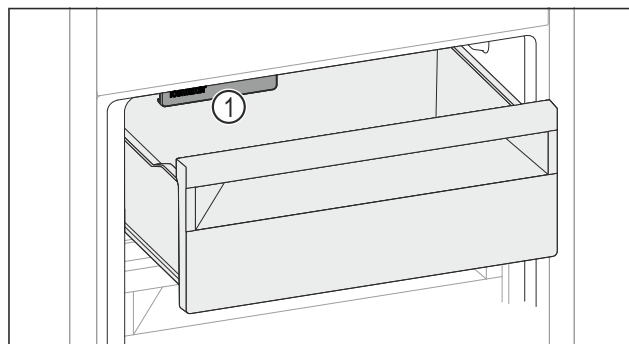

Fig. 63
- Luați în considerare IceMaker Fig. 63 (1).